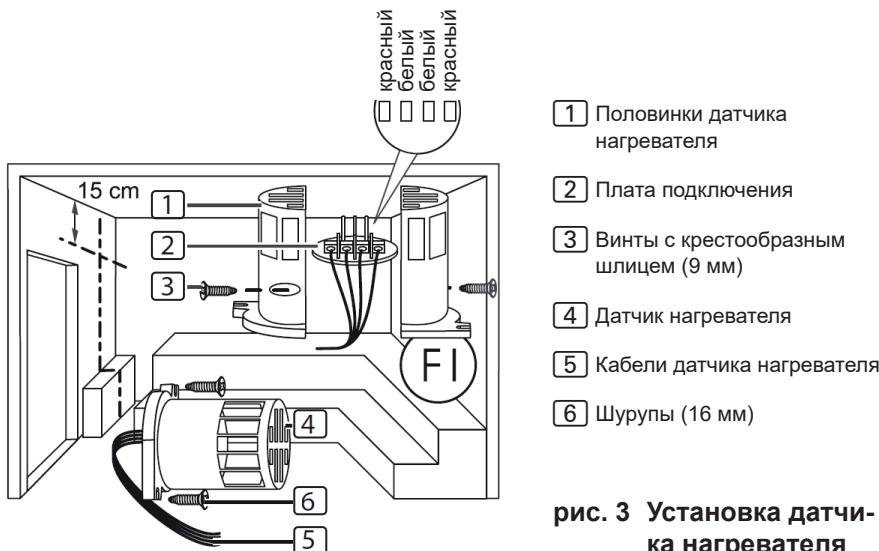

рис. 3 Установка датчика нагревателя
Чтобы установить датчик нагревателя, выполнить следующее (см. **рис. 3**):
3. Присоединить четыре контакта провода **5**, как изображено на **рис. 3**.
4. Положить поперек плату подключения **2** (как изображено на **рис. 3**) и вставить ее в половинки датчика.